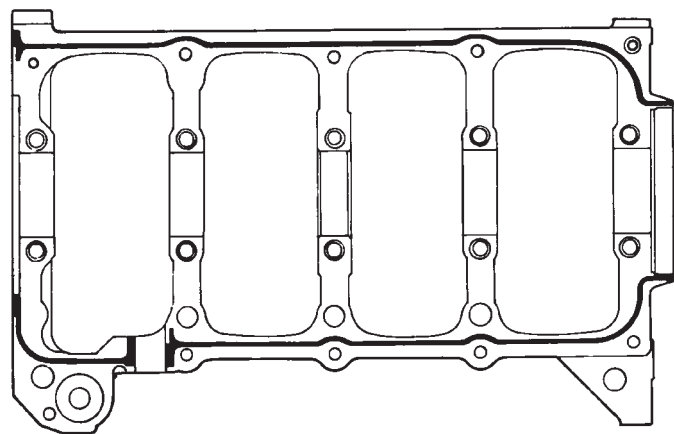

Fig. 105 Sellado de tapas del cojinete principal/bancada
(4) Aplique al bloque de cilindros un reborde de 1,5 a 2 mm (0,059 a 0,078 pulg.) de sellante anaeróbico formador de juntas con curado bajo presión de Mopar®, Mopar® Cure Gasket Maker, como se muestra en (Fig. 105).